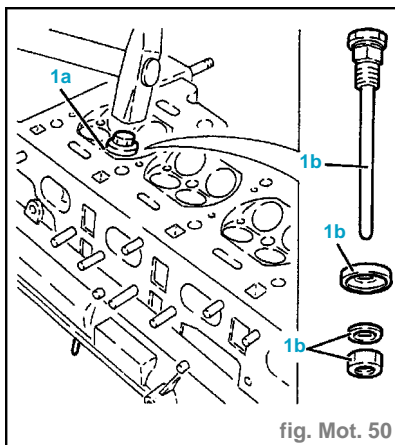

fig. Mot. 50
- Chauffer la culasse à **80°C**, puis assembler les sièges de soupape (1a) avec un équipement adapté (1b) (fig. Mot. 50).